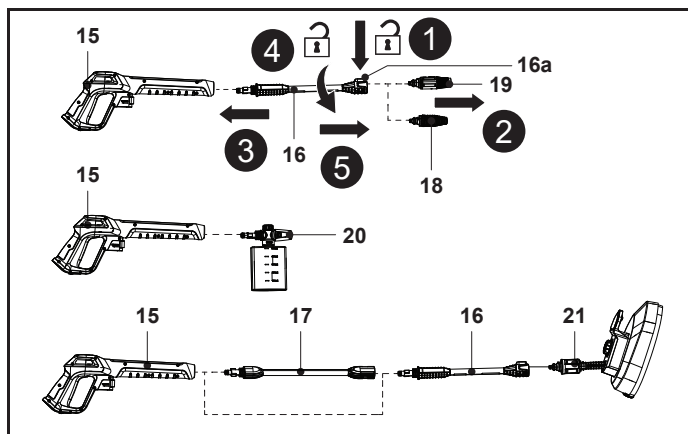

Fig. 6
6. Pour déconnecter la buse, appuyer sur le bouton de verrouillage (16a) et le maintenir, puis retirer la buse assemblée (Fig. 6, étapes 1 et 2). Réinstaller la buse requise.
7. Pour déconnecter la lance télescopique (16), la pousser et la tourner dans le sens antihoraire pour la retirer (Fig. 6, étapes 3, 4 et 5).
8. Pour déconnecter la buse pour flacon de détergent (20) ou la perche télescopique (17) du pistolet de pulvérisation (15), la pousser et la tourner dans le sens antihoraire pour la retirer. Réinstaller l'accessoire du pistolet de pulvérisation requis.